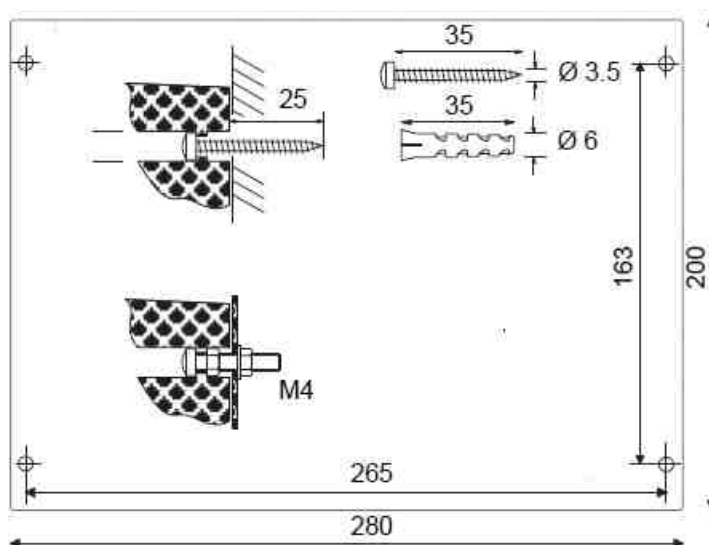

Рис. 5.1. Монтаж прибора ПИР RF 7407
- В выбранном месте просверлить 4 отверстия в стене согласно рис. 5.1.